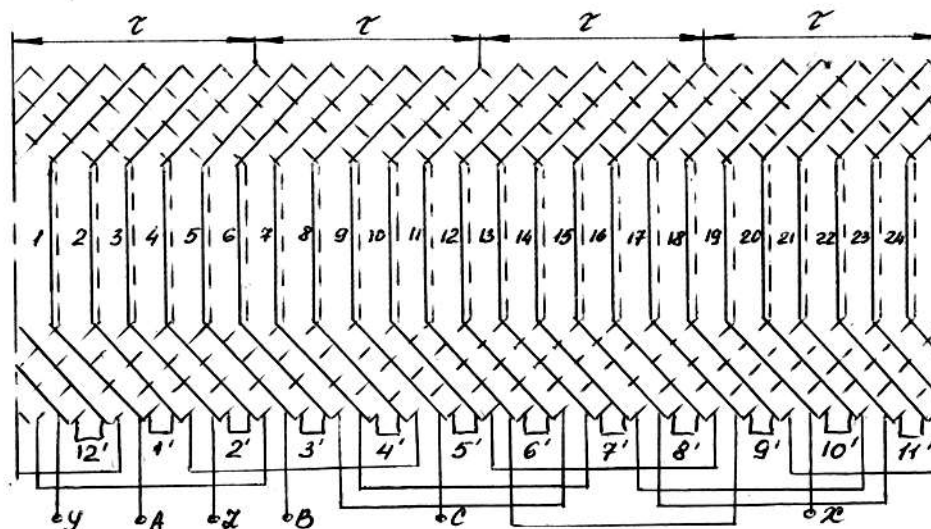

Рисунок 23. Схема двухслойной обмотки
6) Строим схему обмотки (рис.23)